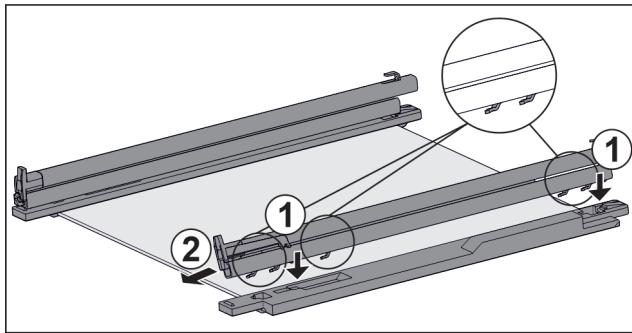

Fig. 154 Стеклянная пластина с направляющими и крепежными элементами
- ▶ Поместите крючки направляющей в отверстия **левого** крепежного элемента. Fig. 154 (1)
- ▶ Потяните направляющую вперед. Fig. 154 (2)
- ▶ Поместите крючки направляющей в отверстия **правого** крепежного элемента. Fig. 154 (1)